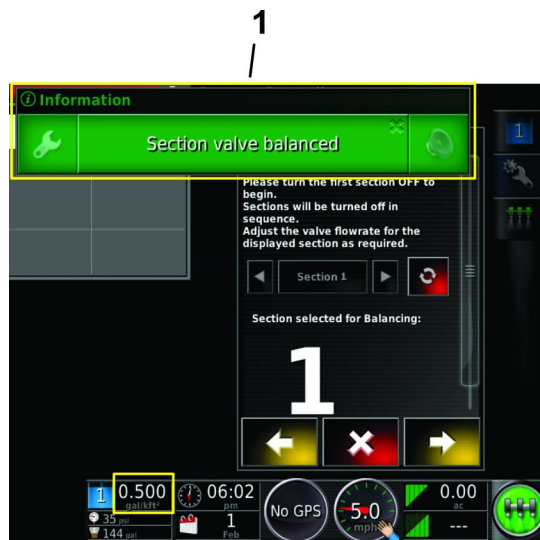

Figura 148
7. Compare il messaggio Valvola di Sezione Bilanciata e la procedura guidata di bilanciamento della valvola passa automaticamente alla valvola della sezione successiva (Figura 148).